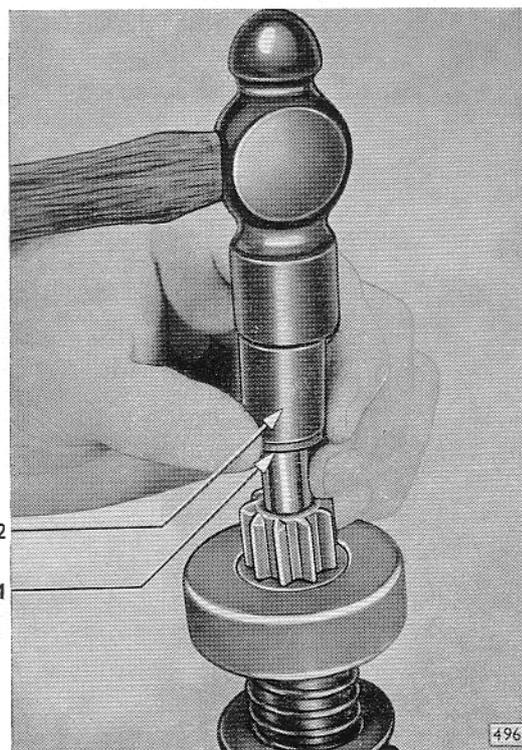

Bild D 70 - Haltering vom Sprengring zurückschlagen
- b) Am Haltering geeignetes Rohrstück ansetzen und Ring so weit zurückschlagen, bis Sprengring aus Ringnut der Ankerwelle herausgenommen werden kann (Bild D 70).